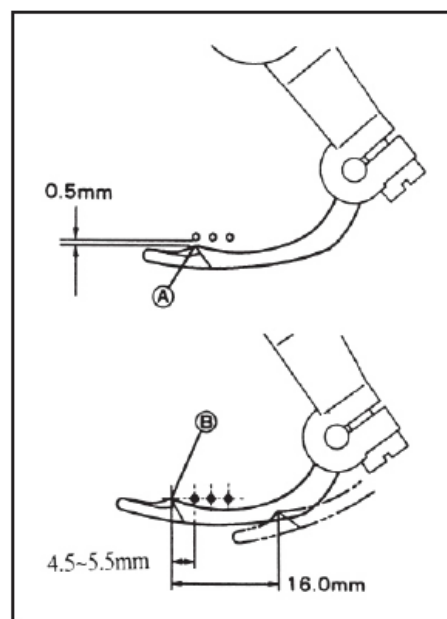

Рис. 33
1. Когда распределитель (А) перемещается справа налево, обеспечьте зазор 0,5—0,8 мм между левой иглой и концом (В) крючка зацепления нити, а когда он приходит в крайнее левое положение, зазор между осью левой иглы и концом (В) крючка зацепления нити должен составлять 4,5-5,5 мм (см. Рис. 33).